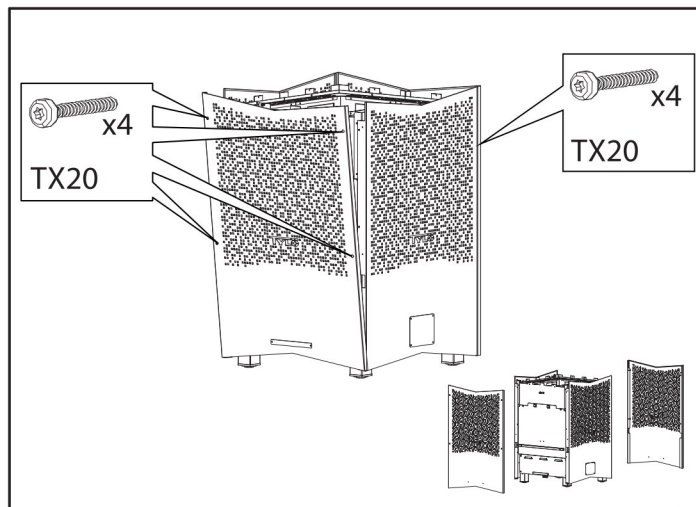

Figura 7: Rimuovere i pannelli anteriore e posteriore svitando le viti nascoste, torx 20.
1. Svitare e rimuovere i pannelli anteriore e posteriore, vedere la Figura 7.